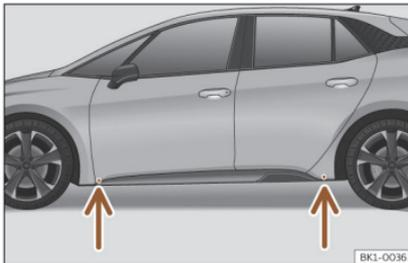

Fig. 168 Puntos de apoyo del gato.
- Busque en el larguero la marca del punto de apoyo del gato (zona hundida) más cercano a la rueda a cambiar » » fig. 168.